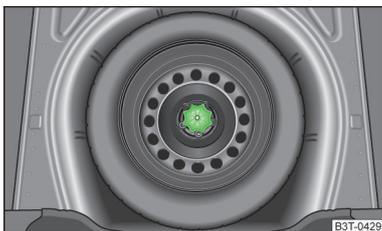

Fig. 144
La rueda de repuesto se encuentra en una cavidad debajo de la moqueta del maletero y está fijada con una tuerca especial » fig. 144.
- » Desenroscar la tuerca » fig. 144 en el sentido contrario a las agujas del reloj.
- » Enroscar la tuerca » fig. 144 en el sentido de las agujas del reloj hasta que la rueda esté bien fijada.